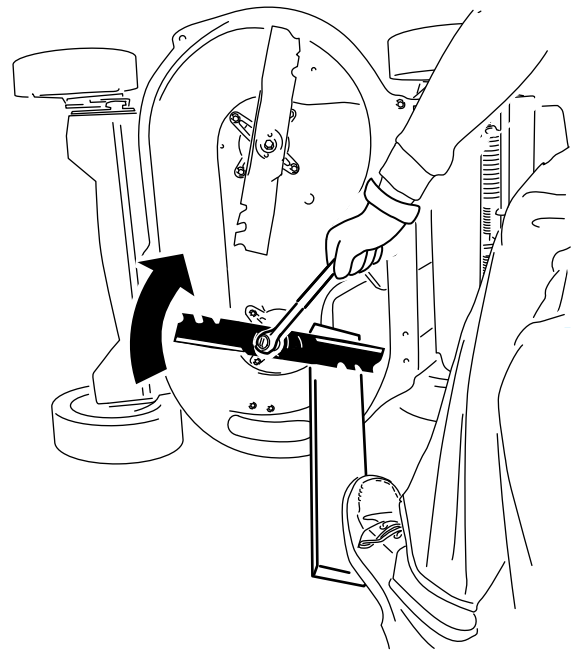

Figure 36
2. Immobilisez chaque lame à l'aide d'une planche et tournez le boulon de lame dans le sens horaire au moyen d'une clé dynamométrique comme montré à la Figure 36; serrez chaque boulon de lame à 82 N·m (60 pi-lb).